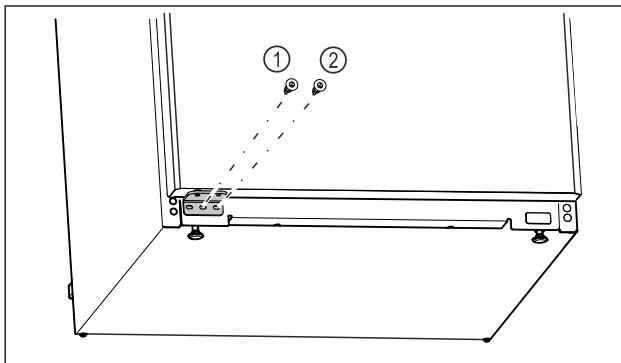

Fig. 26
- Sredinski vijak ležajnega podstavka Fig. 26 (1) trdno privijte z izvijačem Torx 20.
- Notranji vijak ležajnega podstavka Fig. 26 (2) trdno privijte z izvijačem Torx 20.